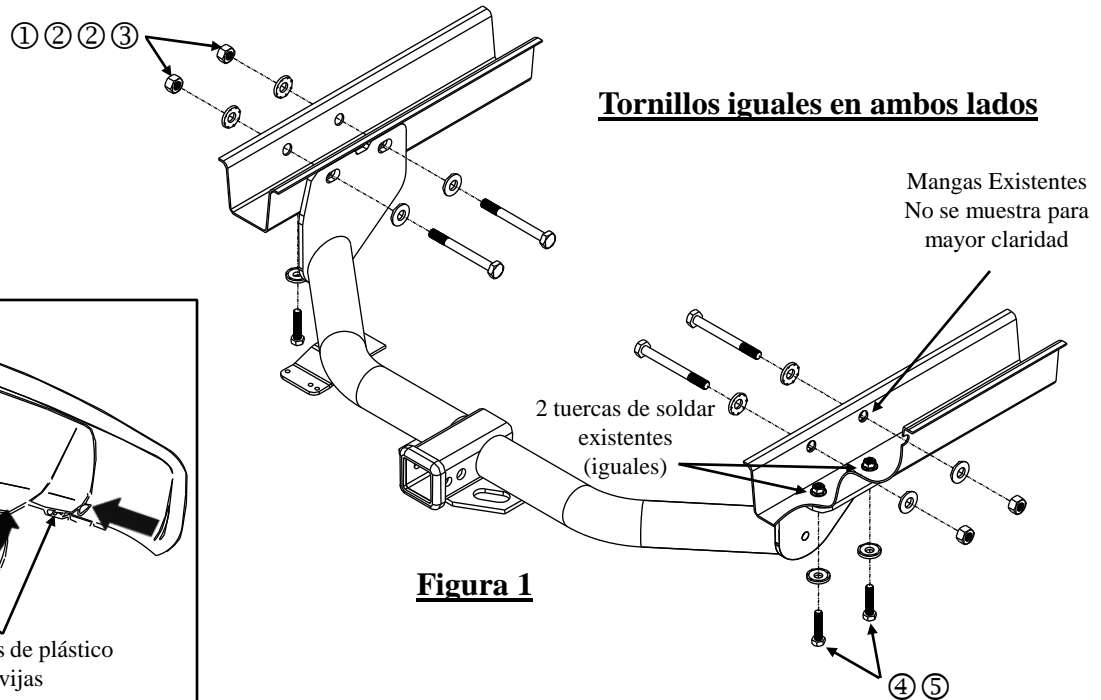

Figura 1
3. Levante el enganche a su posición e inserte pernos M12 a través del soporte y bastidor como se muestra en la Figura 1. **Nota:** El pasador localizador del parachoques puede interferir con las piezas del enganche. Si es necesario, utilice un afilador angular para recortar el pasador en el hombro y permitir la distancia correcta entre las piezas.
4. Inserte pernos M10 a través del soporte y al interior del bastidor como se muestra en la Figura 1 (apretar a mano).